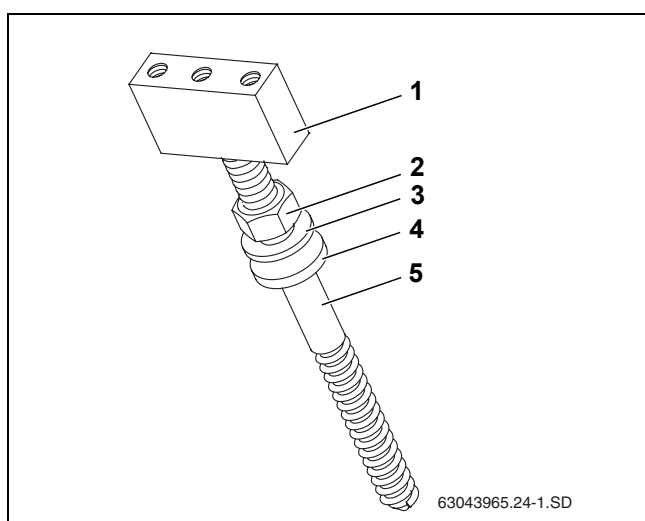

Fig. 22 Secuencia del montaje de los tornillos de doble rosca
- ▶ Durante el montaje de los tornillos de doble rosca, preste atención al orden de las piezas individuales (Fig. 22).
- ▶ Gire el taco de retención (Fig. 22, [1]) hasta el tornillo de doble rosca (Fig. 22, [5]).